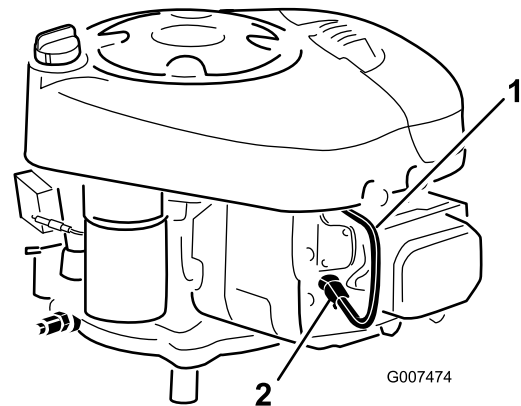

Figura 25
6. Desconecte el cable de la bujía (debajo de la carrocería de la máquina, encima de la rueda trasera izquierda (Figura 25).
3. Conecte el cable de la bujía (Figura 25).